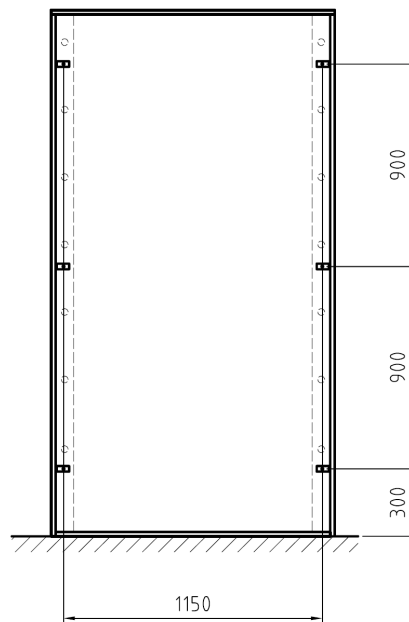

Abbildung 4: Maße zur Wandbefestigung
Nachdem Sie den Rahmen zusammen geschraubt haben können Sie diesen nun mit Hilfe der Befestigungswinkel ⑤ und den dazugehörigen Schrauben ⑬ ⑰, Scheiben ⑳, Muttern ⑫ und Dübeln ⑱ an die Wand anbringen. Prüfen Sie die Wand zunächst auf mögliche Hindernisse, wie z.B. Rohre oder elektrische Leitungen. Sind keine störenden Objekte vorhanden, werden die Bohrungsmaße aus Abbildung 4 empfohlen. Gibt es jedoch Hindernisse in diesen Bereichen, können die Bohrungspunkte auch geringfügig versetzt werden.